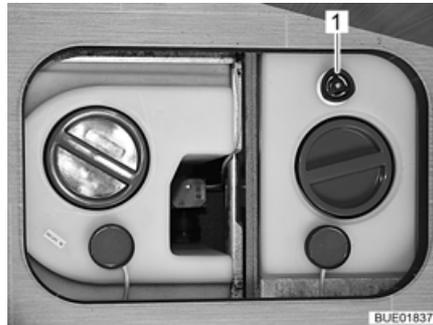

Bild 192 Wassertank mit Drehgriff
- Auf dem Wassertank den Drehgriff (Bild 192,1) im Uhrzeigersinn bis zum Anschlag drehen.
- Auf dem Wassertank den Drehgriff (Bild 192,1) entgegen dem Uhrzeigersinn bis zum Widerstand drehen. Das Wasser läuft bis auf eine Restmenge von 20 l aus.